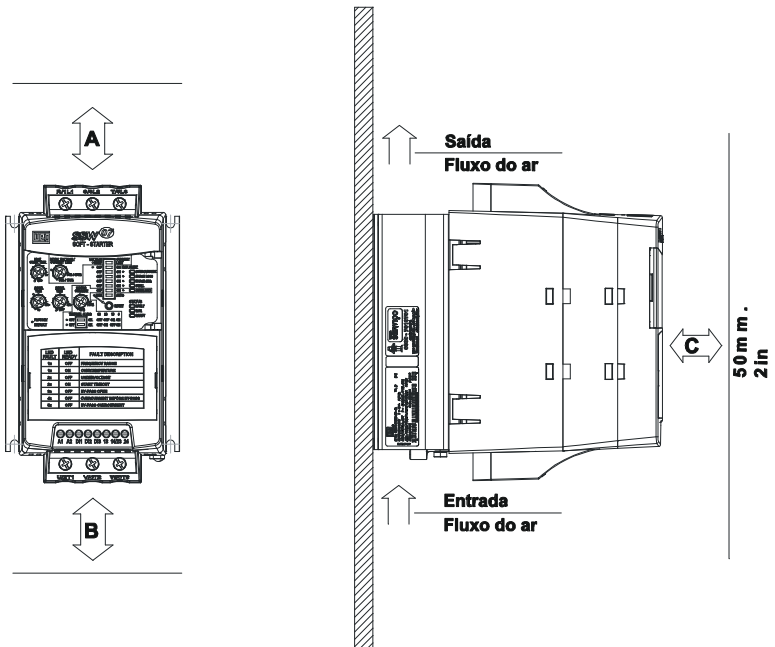

Figura 3.2 - Espaços livres para ventilação
3.1.3 Posicionamento/ Fixação Para a instalação da Soft-Starter SSW-07 deve-se deixar no mínimo os espaços livres ao redor da Soft-Starter conforme Figura 3.2 a seguir. As dimensões de cada espaçamento estão descritas na tabela 3.2.